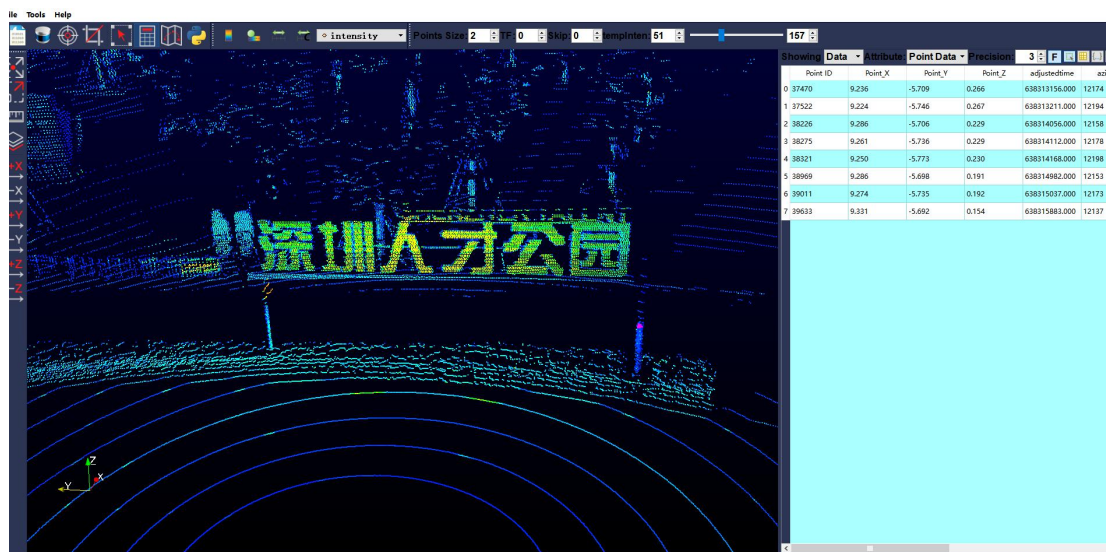

图 D-13 RSView List Selected Points
10. 在 3D 数据显示空间中，使用鼠标画一个长方形框住一些数据点，这些点的数据将会在 Spreadsheet 被选择，并且在图中会变成粉红色(图 D-13)。